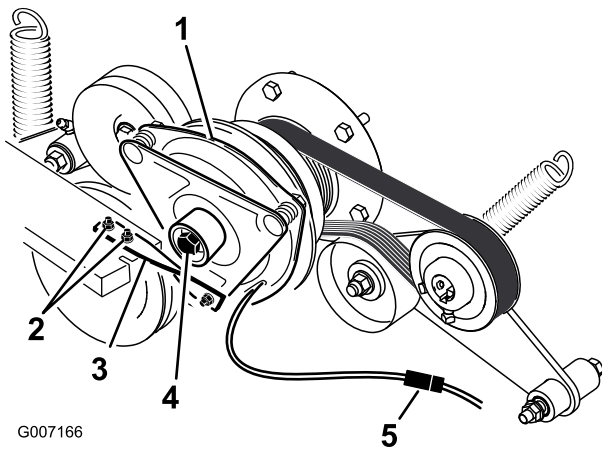

Figure 57
- Débranchez la connexion électrique de l'embrayage (Figure 57).
- Enlevez les deux boulons qui fixent la barrette d'embrayage en caoutchouc au châssis du tablier de coupe (Figure 57).
- Déposez le boulon central de fixation de l'embrayage à l'arbre du moteur, et déposez l'embrayage et la clavette (Figure 57).
- Tout en maintenant le vilebrequin à l'arrière de la machine, posez le boulon central et serrez-le à 68 Nm (50 pi-lb) (Figure 57).
- Fixez la barrette caoutchouc de l'embrayage sur le châssis du tablier de coupe au moyen des deux boulons et écrous retirés précédemment (Figure 57).
- Branchez la connexion électrique de l'embrayage (Figure 57).